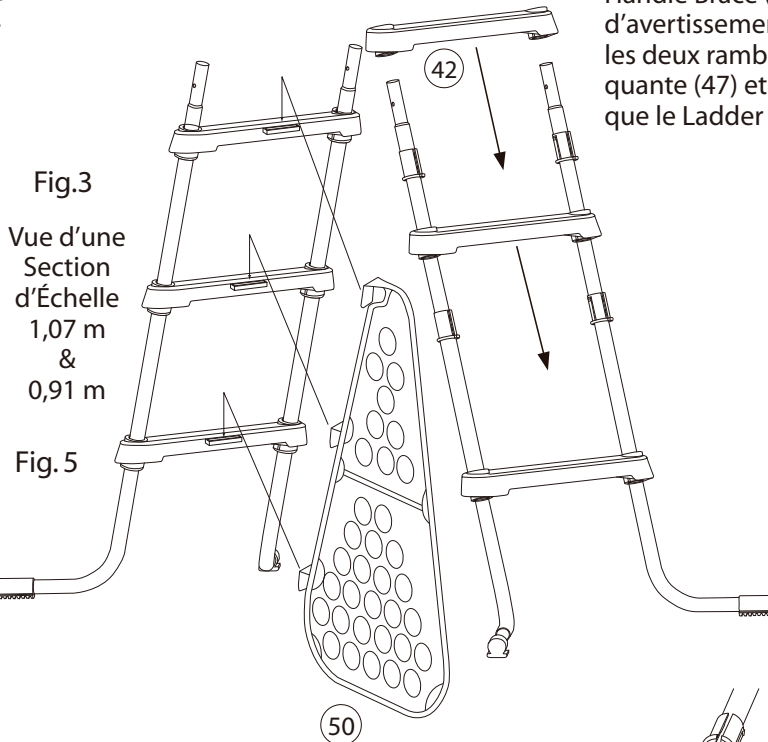
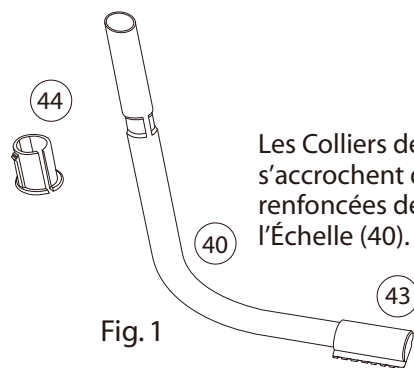
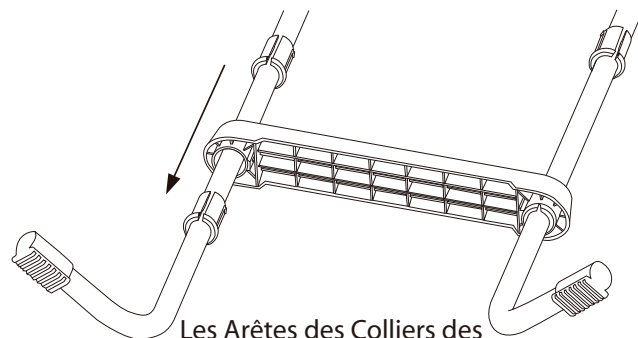

Fig. 3
Fig. 1
Fig. 2
- Séparez les pattes de l'échelle (40) - 2 pièces du côté gauche et 2 du côté droit. Repérez les inscriptions «L» et «R» (gauche et droit) dans le haut des pattes.
- Commencez avec une des sections de patte identifiée «R» (40). Forcez délicatement le collier de fixation des marches (44), de façon à le faire passer par-dessus la patte de l'échelle, puis faites-le glisser vers le bas jusqu'à la portion renfoncée inférieure, tel qu'illustré à la Fig. 1. L'arête du collier des marches doit être orientée vers l'intérieur de l'échelle, tel qu'illustré en Fig. 2. Répétez pour la section gauche identifiée «L».
- Faites glisser une marche (42) le long des deux sections de patte. Assurez-vous que le côté de la marche identifiée par un «R» se trouve sur la patte de droite. Faites glisser la marche jusqu'à ce que les colliers (44) s'insèrent dans le côté inférieur de la marche et que les arêtes des colliers s'enclenchent solidement. Les colliers des marches doivent demeurer en place dans la partie renfoncée des pattes de l'échelle lorsque vous les installez. Une fois posés, les colliers doivent affleurer le bas de la marche. Voir la Fig. 2.
- Répétez les étapes 2 et 3 pour installer les autres colliers des marches (44) et marches (42) de la première section.
- Les Machine Screws (45) doivent être installés en partant de l'intérieur de la rambarde (41) vers le Ladder Handle Brace (49) à l'extérieur. Vérifiez que l'étiquette d'avertissement en langue anglaise est à l'extérieur sur les deux rambarde. Mettez en place la rondelle autobloquante (47) et l'écrou borgne (48), puis serrez jusqu'à ce que le Ladder Brace soit bien serré contre la rambarde.
- Maintenez en position verticale les deux sections de patte de l'échelle, les pieds vers l'extérieur, tel qu'illustré à la Fig. 3. Placez les poignées de l'échelle (41), avec les entretoises vers l'extérieur au-dessus des deux sections de patte de l'échelle.